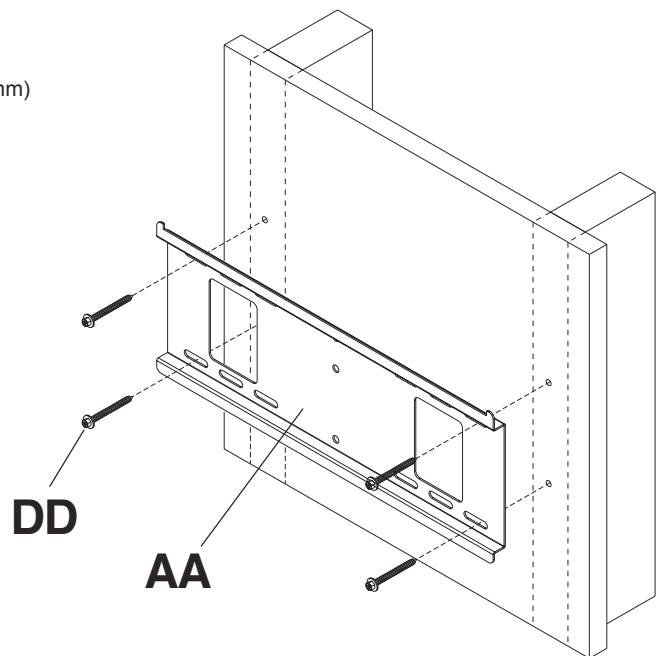

fig. 1.2
- 1** La plaque murale (**AA**) peut être montée sur deux montants espacés de 40 cm (16 po). Utilisez un localisateur de montants pour repérer les bords des montants. L'usage d'un localisateur bord à bord est fortement conseillé. En fonction de leurs bords, tracez une ligne verticale le long du centre de chaque montant. Utilisez la plaque murale comme gabarit et placez-la sur le mur. Les fentes de montage supérieures doivent être situées au-dessus du centre de l'écran, comme indiqué par la dimension **X** sur la figure 1.1 et le tableau ci-dessous. Mettez la plaque de niveau et marquez le centre des quatre trous de montage. Assurez-vous que les trous de montage se trouvent sur les axes des montants. Percez quatre trous de 0,4 cm (5/32 po) de diamètre et de 6,5 cm (2 1/2 po) de profondeur. Assurez-vous que la plaque murale est de niveau, fixez-la à l'aide de quatre vis à bois n° 14 x 2,5 po (**DD**), comme illustré à la figure 1.2.